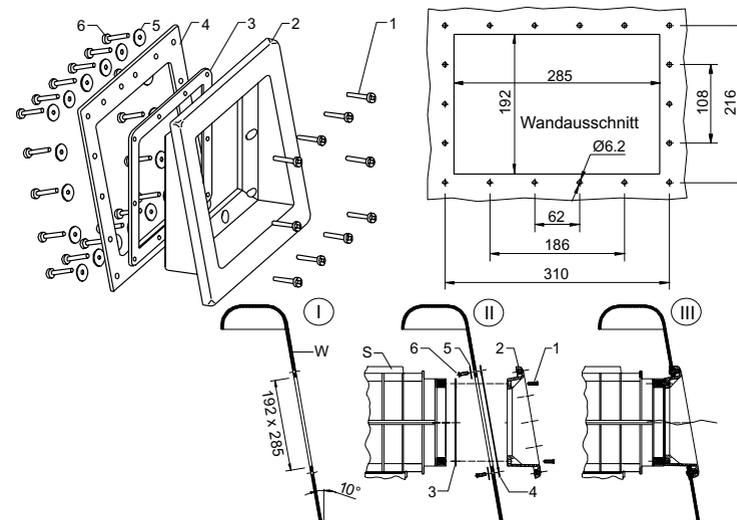

Abb. 24
3.9 Einbau der Skimmer V20 (Art. 152402) und VS30 (Art. 154402) in vorgefertigte Becken mit Wandneigung ca. 10° mit der Schrägverlängerung (Art. 1531) (Abb. 24)